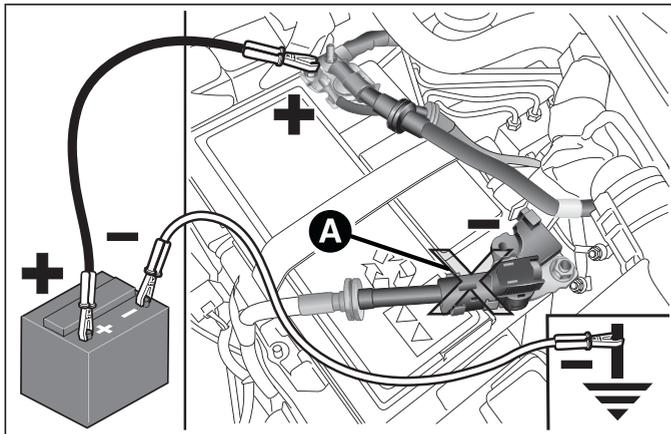

fig. 110
- brancher les bornes positives (signe + à proximité de la borne) des deux batteries à l'aide d'un câble spécial fig. 110 ;